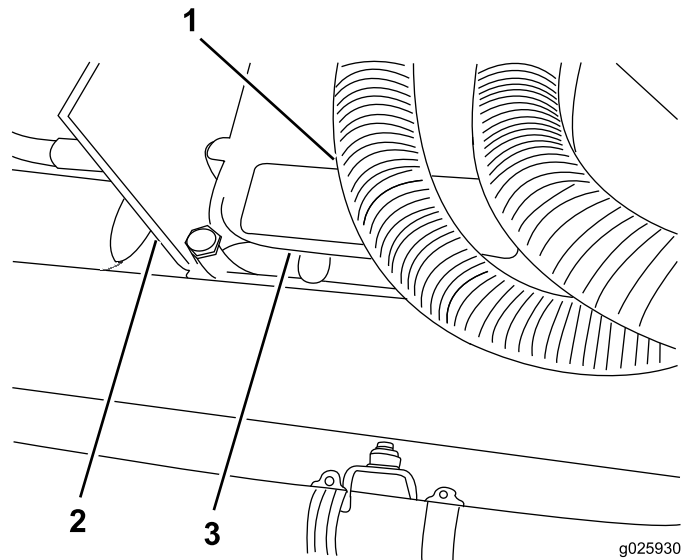

Figure 19
2. Pour le modèle 1750, branchez le faisceau au module de commande électronique en l'acheminant sous le couvercle (Figure 19).